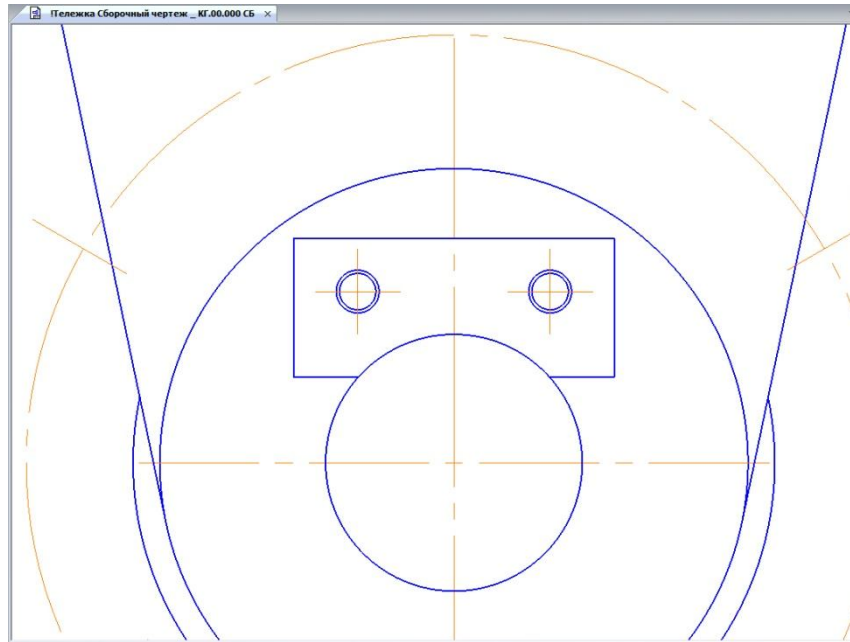

Рис. 4.42. Место стандартных изделий «Стопорная шайба»
- Увеличьте место установки «Планки», как показано на рис. 4.42.